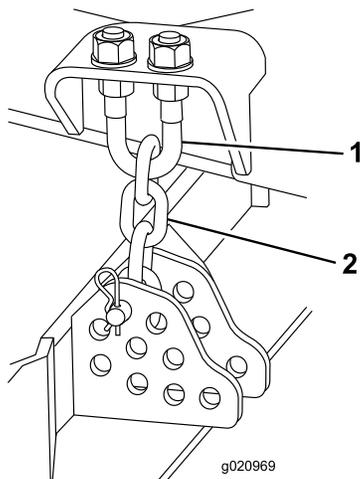

Figura 78
1. Desaperte as porcas de retenção na zona superior ou inferior da cavilha em U da correia da altura de corte (Figura 78).